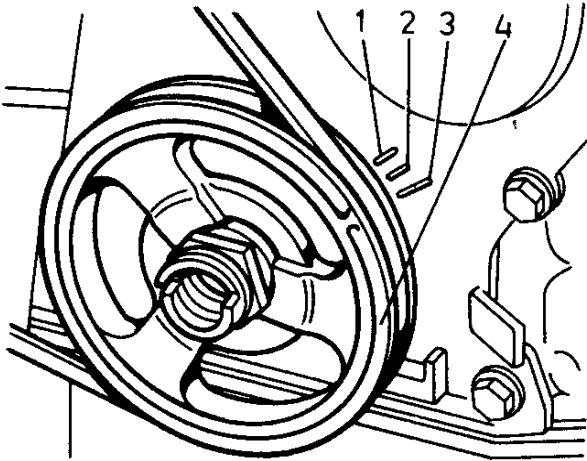

Fig. 42. Referencias en la polea y en la tapa del accionamiento del mecanismo de la distribución: 1 - 10°; 2 - 5°; 3 - 0°; (BMT-P.M.S.); 4 - marca en la polea.
- conecte el encendido y gire lentamente el cigüeñal con la manivela de puesta en marcha; si la puesta a punto del encendido es correcta, la lámpara de control deberá encenderse cuando la marca 4 (Fig. 42) en la polea del cigüeñal coincide con la marca 2 en la tapa del accionamiento del mecanismo de la distribución, y el contacto del dedo 2 (Fig. 41) se deberá encontrar frente al contacto del primer cilindro en la tapa del distribuidor.
- gire el cigüeñal con la manivela de puesta en marcha, instalándolo en la posición en la que el contacto del dedo esté orientado hacia el lado del contacto del primer cilindro en la tapa del distribuidor, y la marca 4 (Fig. 42) coincida con la marca 2 (en esto el pistón del primer cilindro no llega 5° hasta el P.M.S. al medir por el ángulo de giro del cigüeñal);